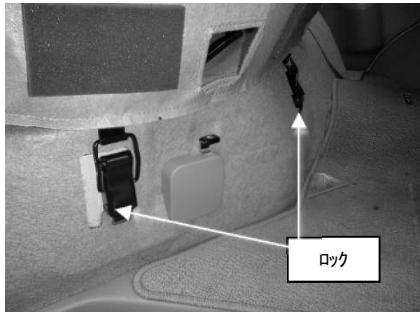

図 1
- 1) 運転席下のカバーを跳ね上げ、ロック 2ヶ所を外しシートを持ち上げます。図 1 参照